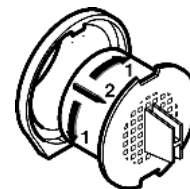

Fig. 24
- ▶ Draai het actief koolfilter 90° naar rechts of naar links Fig. 24 (1).
- ▶ Trek het actief koolfilter uit Fig. 24 (2).
- ▶ Draai het nieuwe actief koolfilter 90° naar rechts of naar links Fig. 24 (1), tot het vastklikt.